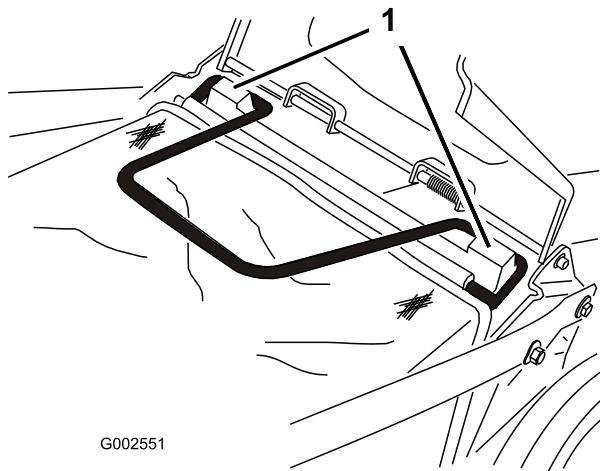

Figura 20
- Instale la bolsa sobre las varillas de montaje de la bolsa (Figura 20).